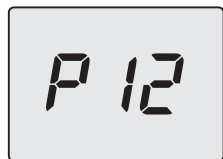

Figura 5.68
- Scorrere i vari parametri utilizzando i tasti 12 (indietro) o 14 (avanti) fino a far apparire sul display LCD le lettere **P12** che si alternano con il valore del parametro (Figura 5.68).